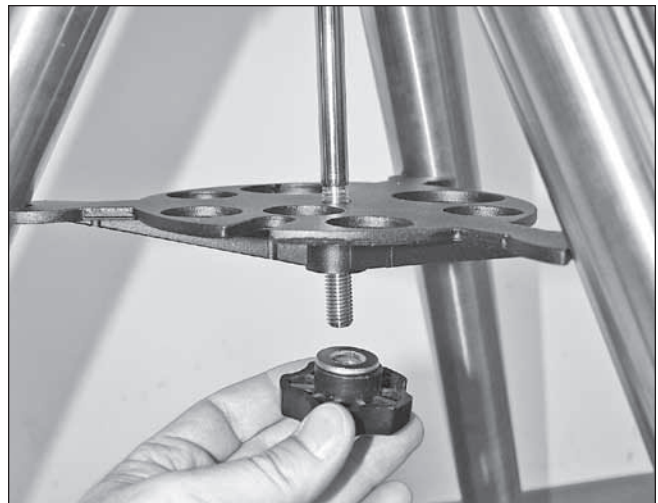

Figura 3. Instalación del difusor en las patas del trípode, que funciona como una bandeja para accesorios/oculares.
1. Retire el botón y la arandela de la parte inferior del eje de soporte central. Deslice la bandeja de soporte del trípode hasta el fondo del eje hasta que los tres brazos de la bandeja toquen las patas del trípode. El lado plano de la bandeja de soporte debe quedar hacia arriba. Asegúrese de que la "V" de cada brazo de la bandeja se apoya contra una pata del trípode. Coloque la arandela en el eje de soporte central contra la bandeja y sígala enroscando el botón hasta el final del eje de soporte central hasta que quede bien apretada contra la bandeja (**figura 3**). La bandeja de soporte del trípode proporciona estabilidad